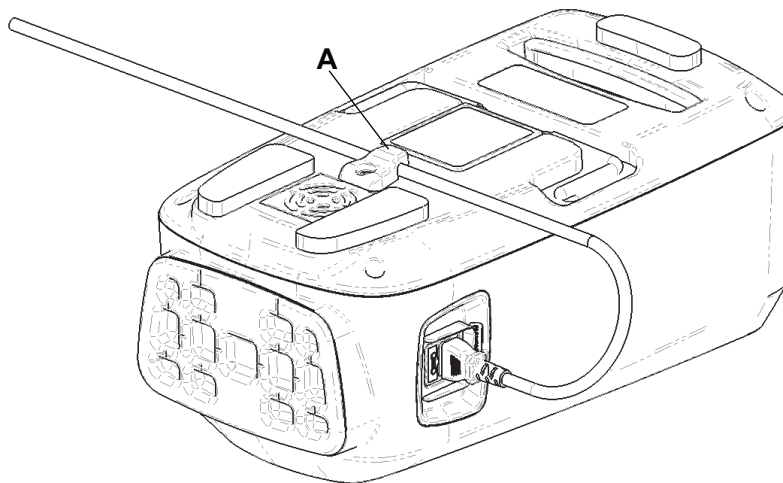

Figure 3 – Poignée flexible de rétention du cordon
3. Insérer le cordon d'alimentation sous la poignée flexible de rétention du cordon d'alimentation (A) (Figure 3).